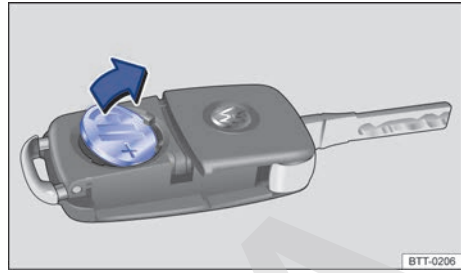

Fig. 24 Llave del vehículo con mando a distancia: retire la pila.
- Retire la pila de su alojamiento con una herramienta adecuada ⇒ **fig. 24**.
- Coloque la nueva pila según lo indicado ⇒ **fig. 24** y presiónela en el sentido contrario al de la flecha hacia dentro de su alojamiento ⇒ .